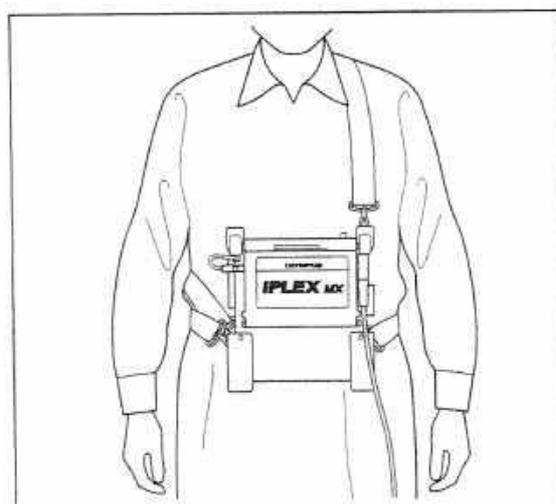

図 3.22
3. 肩ベルトを用い、本体を装着します。(図 3.22 参照)